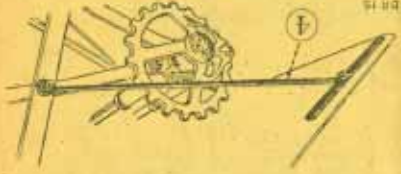

Abbildung Nr. 12 B
5. Führungsbänder (BB 13414) für das untere Elevatorstufende (mit den gebogenen Enden nach oben) unter der Bindelschifführung (s. Abb. Nr. 12) und unten an den Streben (B 13413) wie Abb. Nr. 12 C zeigt.